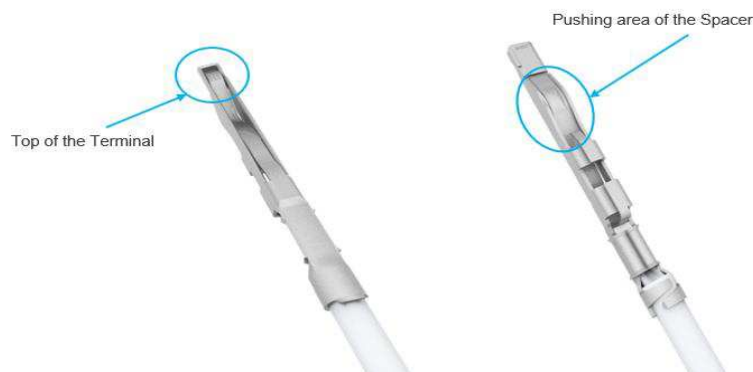

Figure 3.1.1 / Abbildung 3.1.1
5. Berührungen der Aktivierungszone mit dem Spacer sind zu vermeiden (siehe Bild 3.1.1)